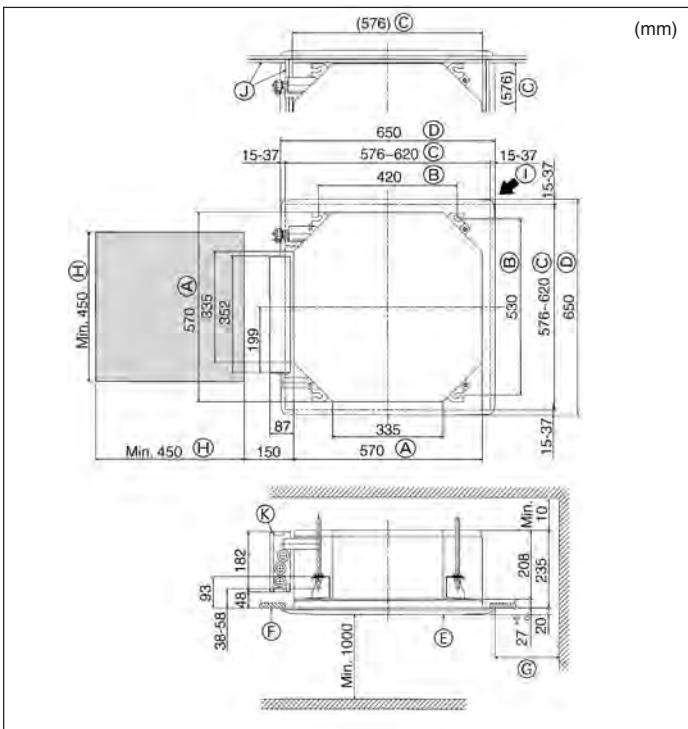

Fig. 4-2
4.2. Plafondopeningen en posities voor installatie van de ophangbouten (Fig. 4-2)
*B: Hoogte ophangbout (zie Fig. 4-2 ⑧ voor bijzonderheden)